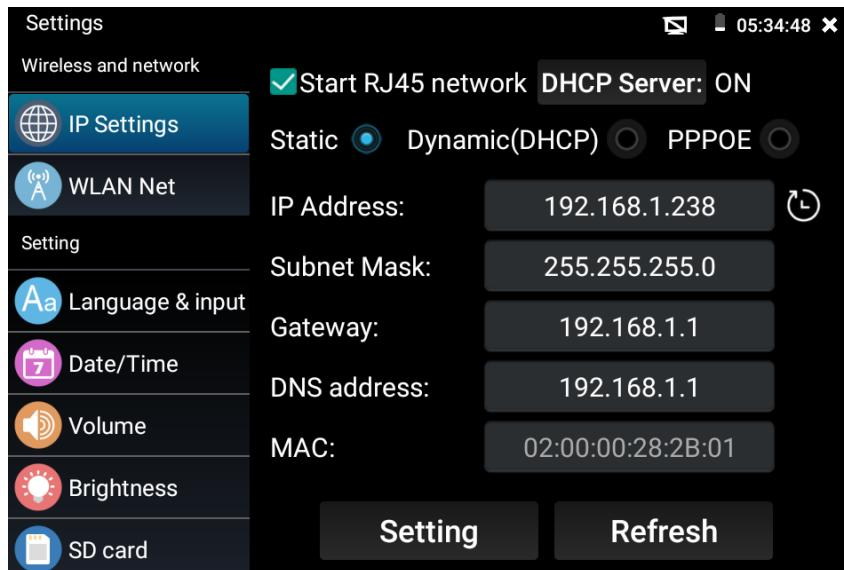

Рис. 13 Настройки подсети тестера
- Второй способ предполагает изменение параметров подсети тестера вручную. Для этого необходимо знать точный IP-адрес видеокамеры. Обычно он расположен на наклейке самой видеокамеры или на коробке из-под нее. Зная IP адрес, можно изменить параметры подсети тестера в меню «My Apps» – «Settings» – «IP Settings» (рис. 13)